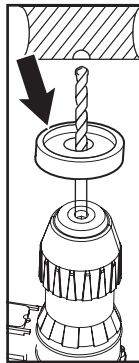

Abb. 7
- Falls Sie Meißel- oder Bohrarbeiten in senkrechter Position über Kopf - z. B. in der Decke - durchführen wollen, muss auf den Schaft des jeweiligen Werkzeugs die zusätzliche Staubschutzkappe aufgesetzt werden (Abb. 2, Position 11 und Abb. 7) und auch die Lüftungsschlitze vom Motor sind zu schützen, damit über diese in den Motor kein wegfallendes Material eindringt.